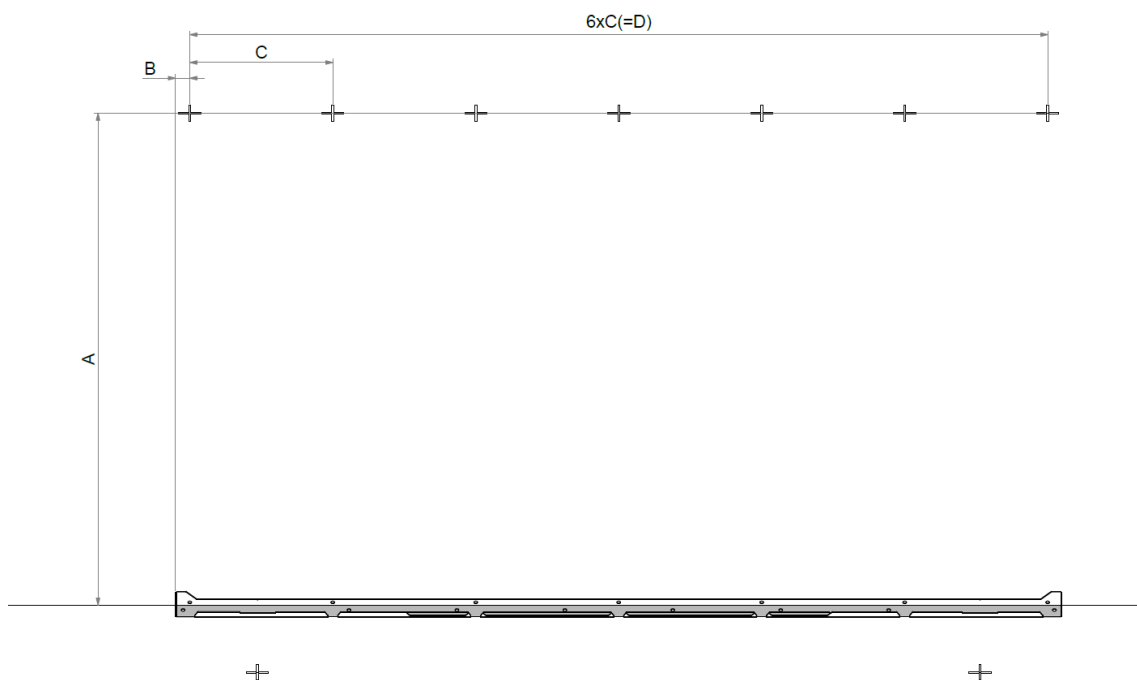
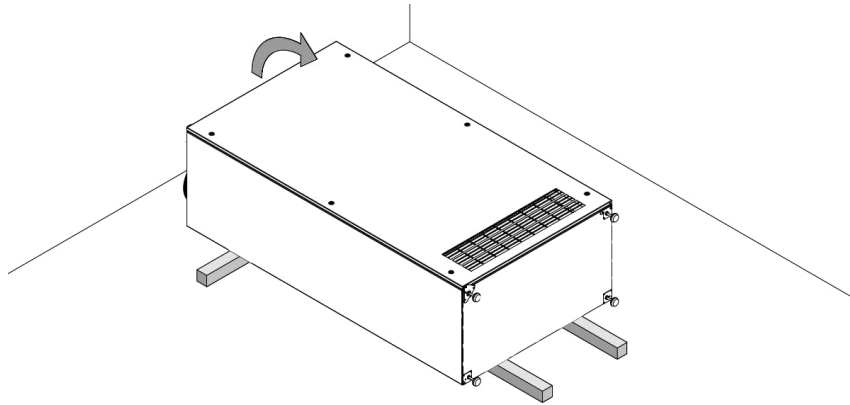

Abbildung 14: Abstände von der hinteren Halterung zur vorderen Halterung
Abbildung 25: Bringen Sie Latten, Leisten oder Holzklötze an, bevor Sie das Gerät anheben
3. Markieren Sie die Löcher für die vordere Halterung, siehe Abbildung 14, Abbildung 25 und Tabelle 8.
1. Bevor Sie das Gerät senkrecht stellen, bringen Sie Latten, Leisten oder Holzklötze an, wie in Abbildung 25 dargestellt. Andernfalls könnten die höhenverstellbaren Füße beim Anheben des Geräts brechen oder verbiegen. Stellen Sie die Füße möglichst kurz ein.